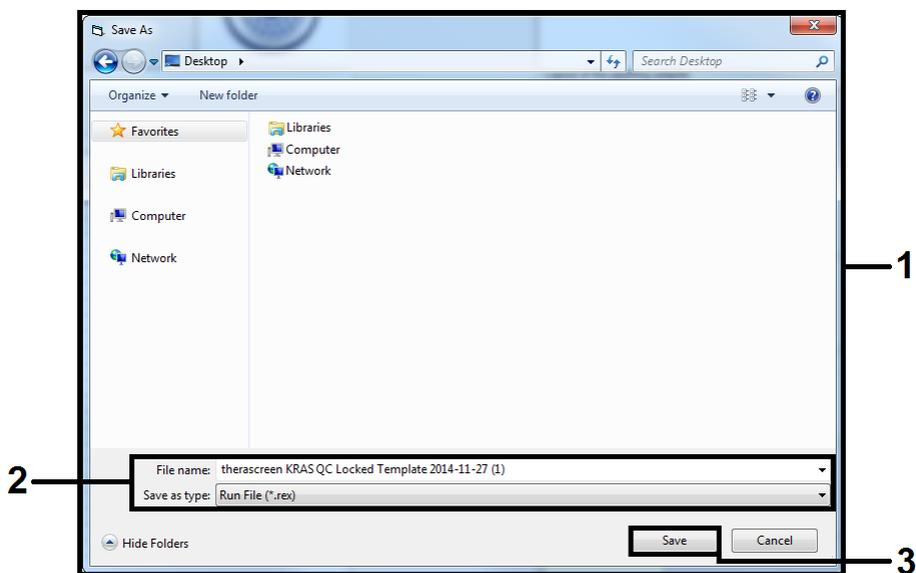

Figura 17. Salvataggio del file della seduta.
18. Nella finestra Save As (Salva con nome), scegliere un nome file adeguato e salvare la seduta PCR con l'estensione \*.rex nel percorso selezionato (Figura 17).